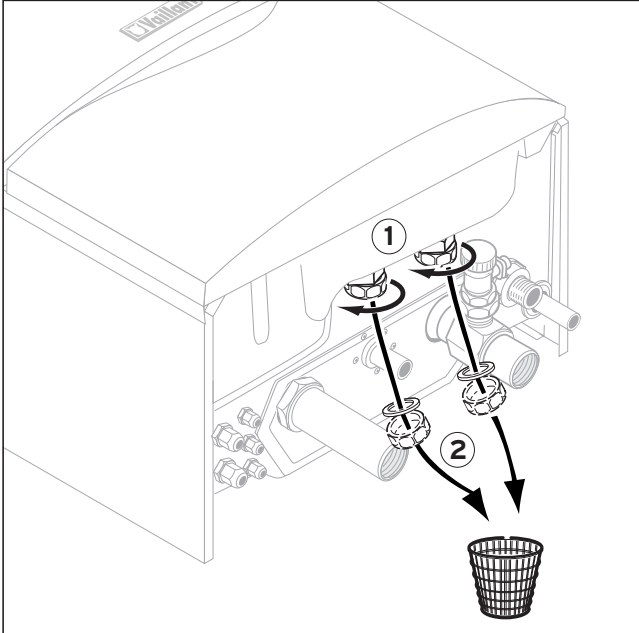

Fig. 2 : Enlever les capuchons obturateurs
- Enlever les deux capuchons obturateurs des raccords au ballon se trouvant sur l'appareil (Fig. 2).